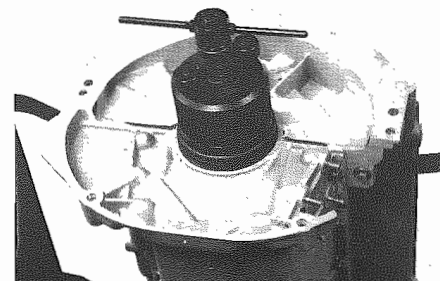

Fig. 131 - Attrezzo n. 43
- Montare il paraolio lato volano con l'attrezzo n. 43 (**Fig. 131**).
- Fit the oil retainer, flywheel side, using tool No. 43 (**Fig. 131**).